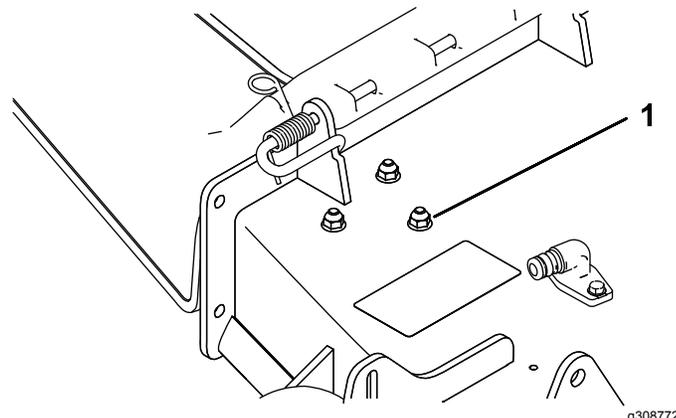

Рисунок 4
1. Отверните гайки и болты в месте, показанном на Рисунок 4.